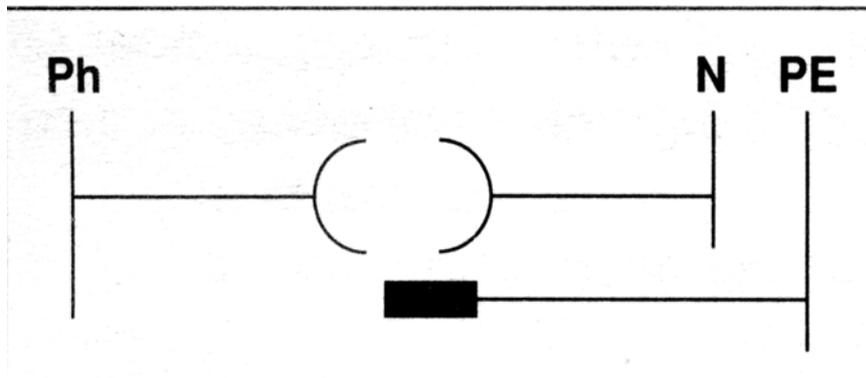

Figure 9.2 - Schéma électrique
b) **Schéma électrique :** (voir figure 9.2)